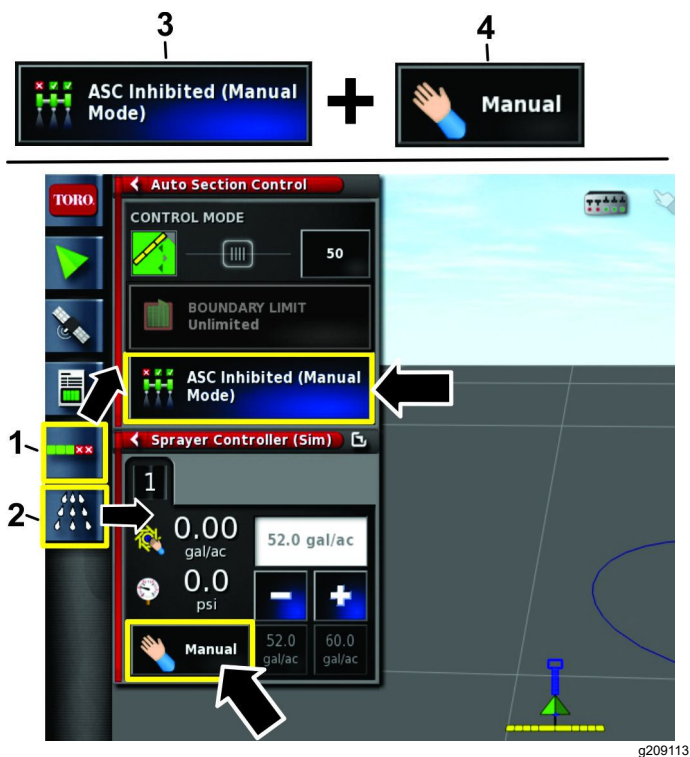

图 25
1. 选择自动喷洒段控制配置图标和打药车控制器图标 图 25。
2. 选择喷洒率控制的手动位置 图 25。